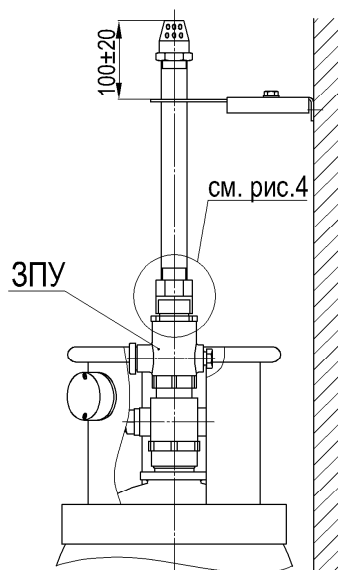

Рисунок 2
2.2 Монтаж УВ к МПГ с разрывным элементом (тип 1) осуществляется непосредственно к выпускному штуцеру ЗПУ МПГ (рисунок 2).